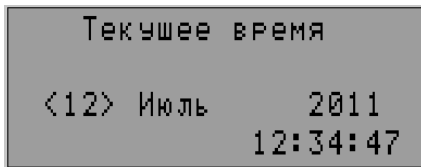

Рисунок 5.10 – Вид дисплея при установке текущего времени
- 3) нажать кнопку **УСТАНОВКА** (рис.5.10);